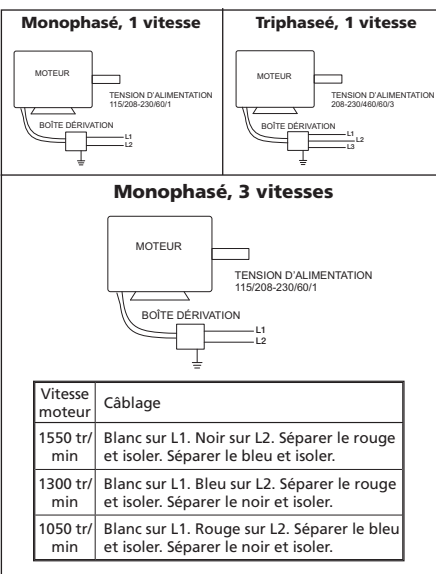

Figure 3 — Schéma de câblage typique
8. Poser et câbler le sectionneur de sécurité sous le capot de ventilateur et câbler le moteur conformément au schéma de câblage sur le moteur. Voir Raccordement électrique, Figure 3. Câbler les commutateurs de commande au niveau du sol.
REMARQUE : Voir le schéma de câblage à la Figure 3.